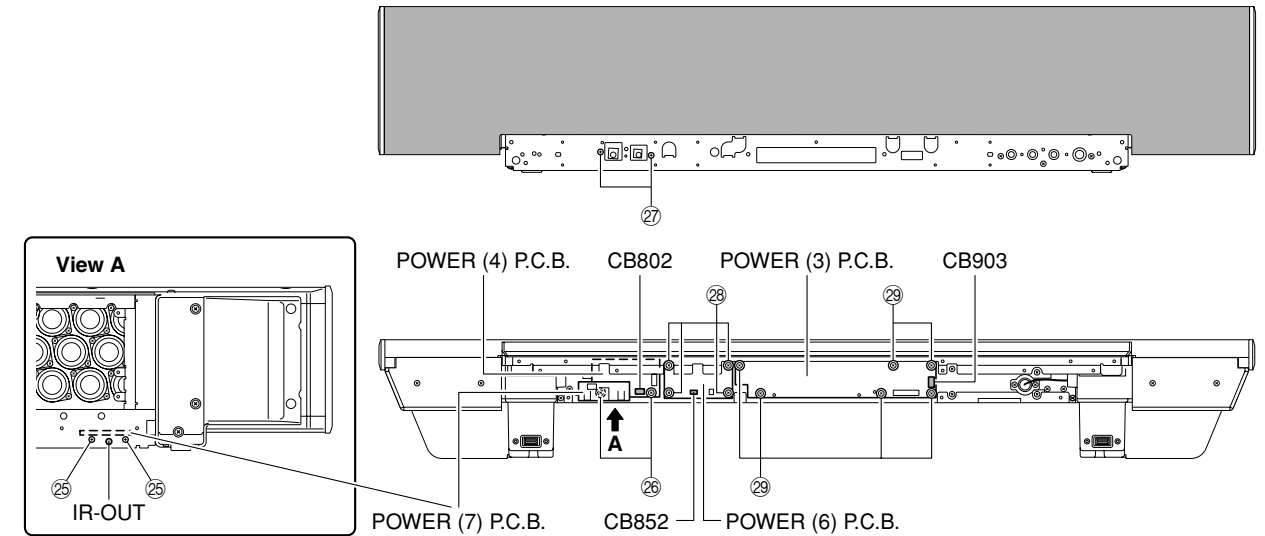

Fig. 12
- Remove 2 screws (25). (Fig. 12)
- Remove CB852. (Fig. 12)
- Remove the POWER (7) P.C.B.. (Fig. 12)
- Remove 2 screws (26) and 2 screws (27). (Fig. 12)
- Remove CB802. (Fig. 12)
- Remove the POWER (4) P.C.B.. (Fig. 12)
- Remove 4 screws (28). (Fig. 12)
- Remove the POWER (6) P.C.B.. (Fig. 12)
- Remove 6 screws (29). (Fig. 12)
- Remove CB903. (Fig. 12)
- Remove the POWER (3) P.C.B.. (Fig. 12)
- 25のネジ2本を外します。(Fig. 12)
- CB852を外します。(Fig. 12)
- POWER(7)P.C.B.を取り外します。(Fig. 12)
- 26のネジ2本、27のネジ2本を外します。(Fig. 12)
- CB802を外します。(Fig. 12)
- POWER(4)P.C.B.を取り外します。(Fig. 12)
- 28のネジ4本を外します。(Fig. 12)
- POWER(6)P.C.B.を取り外します。(Fig. 12)
- 29のネジ6本を外します。(Fig. 12)
- CB903を外します。(Fig. 12)
- POWER(3)P.C.B.を取り外します。(Fig. 12)